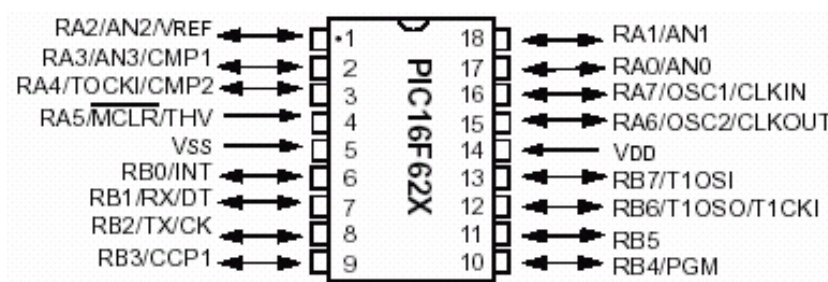

Figura 1.37: Presentación en cápsula DIP-18 y distribución de pines del PIC16f628
La distribución de pines del PIC16F628, figura 1.37, es idéntica a la del PIC16F627, excepto que este último posee una memoria de programa FLASH de 1024x14. También es idéntica a la del PIC16F84, con la diferencia de que en el PIC16F628 se puede disponer de tres líneas I/O adicionales para el puerto A (RA7, RA6, RA5) y algunos pines I/O están multiplexados con una función alterna para los diversos dispositivos periféricos que soporta el chip. Por ejemplo, RB1 funciona también como la línea de recepción del USART (RX). En general, cuando un periférico está habilitado, esa línea no puede ser utilizada como un pin I/O de propósito general.